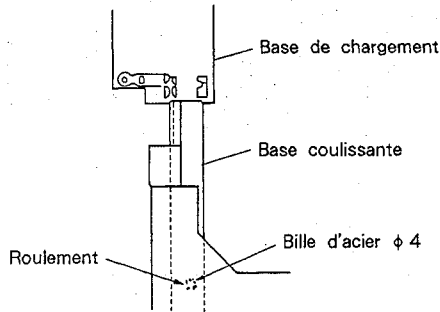
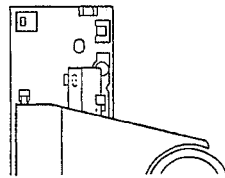

Fig. 7-9
Fig. 7-10
<p>Remonter le plateau du disque selon la procédure ci-après après avoir terminé l'ajustement de grincement.</p> <ol style="list-style-type: none"> <li>1. Retirer le disque et l'entretoise.</li> <li>2. Tout en levant l'attache (marquée par ③ sur la Fig. 7-4) de la main droite, tenir le plateau de la main droite comme illustré par ② et déplacer la base coulissante dans les armatures en résine dure sur la base de chargement, comme indiqué sur la Fig. 7-9 pour ré-insérer le plateau du disque.</li> </ol> <p>A ce moment, prendre soin de tenir la bille d'acier en place par l'index de la main droite. Veiller également que le panneau avant ne soit pas endommagé par le roulement (dans la base coulissante), entrant en contact avec le panneau.</p> <ol style="list-style-type: none"> <li>3. Insérer la base coulissante de sorte qu'elle s'engage dans les armatures en résine dure à l'arrière de la base de chargement (voir Fig. 7-10).</li> <li>4. Insère à ferme le plateau.</li> </ol>